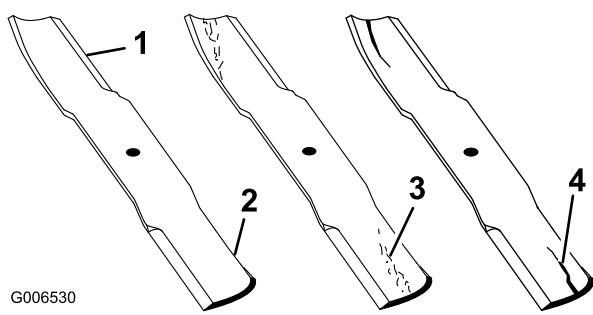

Figure 71
2. Inspectez les lames, surtout la partie incurvée (Figure 71). Remplacez immédiatement toute lame usée ou qui présente une fissure ou une entaille (repère 3 de la Figure 71).